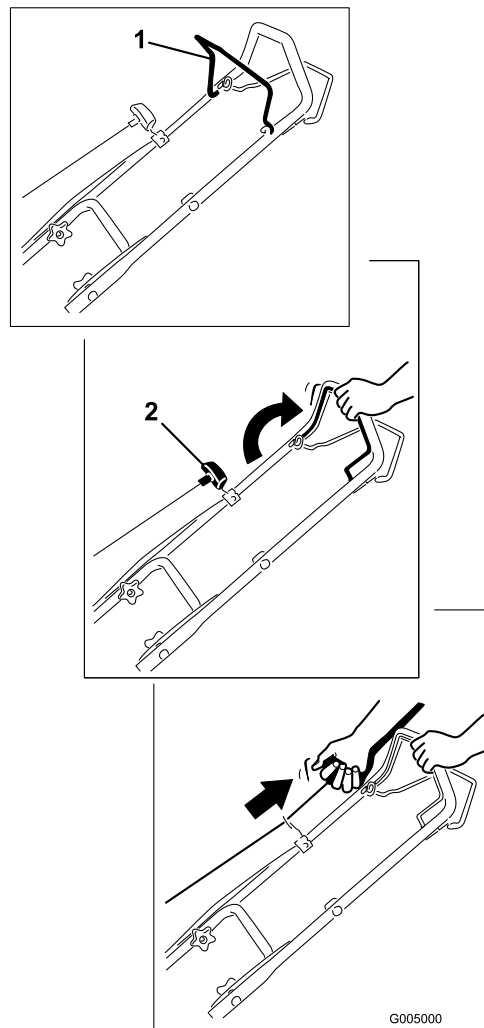

Figura 12
2. Sujete la barra de control de la cuchilla contra el manillar y tire del arrancador de retroceso (Figura 12).